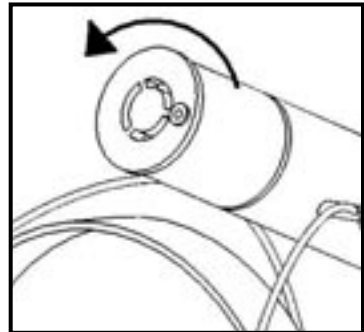

Figura 5: Rimozione del modulo d'illuminazione del sistema v600
4) Rimuovere il vecchio tubo d'illuminazione dal tubo ottico, ruotandolo in senso antiorario come mostrato nella Figura 5.